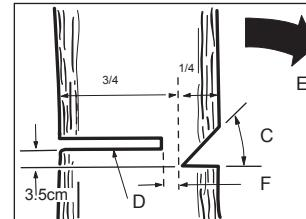

FIG. 1
Normalmente la tala consiste en dos cortes principales, la incisión (C Fig. 1) y el corte verdadero (D Fig. 1), necesario para la caída del árbol.
- Inicie con la incisión superior (C) en el lado del árbol que mira la dirección de la caída (E).
- La profundidad de la incisión (F) debe ser igual aproximadamente a  $\frac{1}{4}$  del diámetro del tronco.
- Despues de la incisión realice el corte verdadero (D) del otro lado del árbol 3-5 cm arriba de la altura de la incisión (Fig. 1).